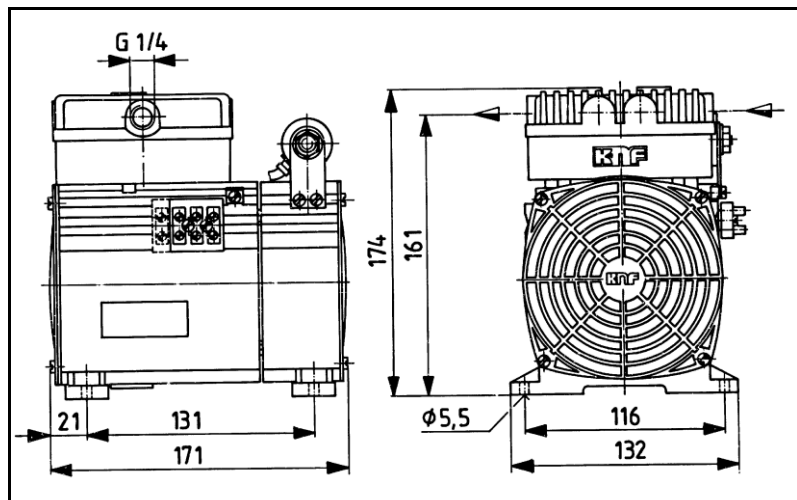
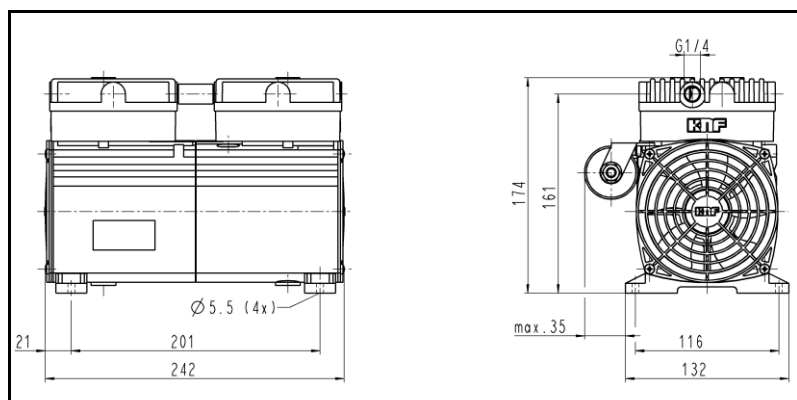

Abb. 4: Befestigungsmaße NPK 050
Abb. 5: Befestigungsmaße NPK 050
- Befestigungsmaße der Pumpe siehe Abb. 4 (NPK 050) oder Abb. 5 (NPK 0100).